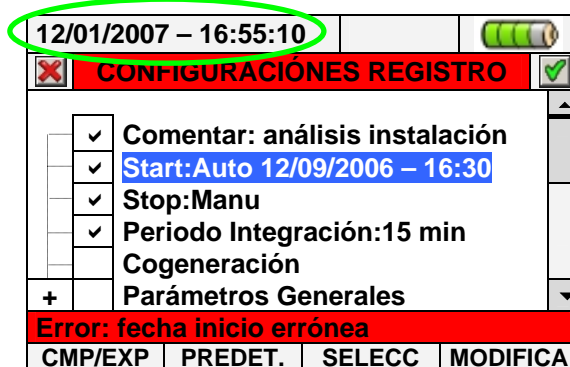

Fig. 110: Fecha/Hora incorrecta
3. Pulse la tecla **SAVE** para guardar cada programación efectuada. En caso de error de programación en el instrumento aparece la pantalla de error mostrada en la Fig. 110. Pulse la tecla **F4** (o bien **MODIFICAR** en el visualizador) y repita las operaciones del punto 2 insertando una fecha/hora coherente. En estas condiciones la tecla **SAVE** no tendrá efecto hasta reemprender la correcta operación.